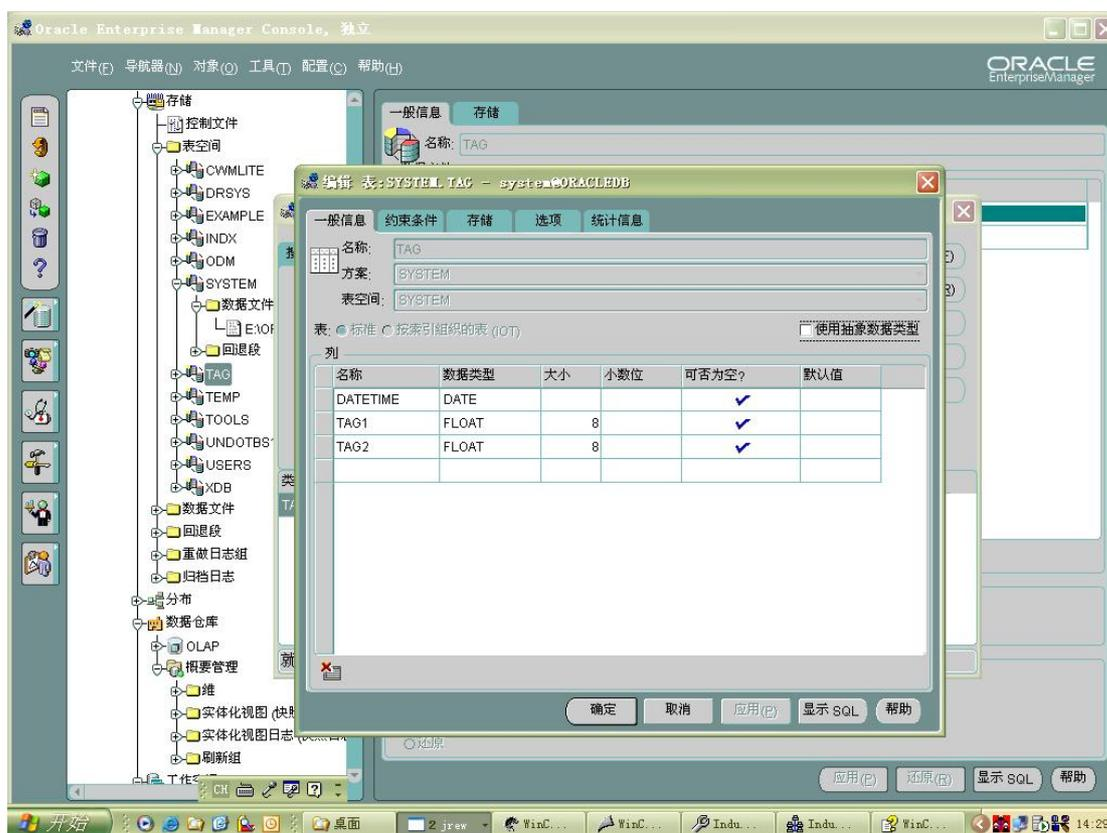

图 1: 建立 Oracle 表结构
2.1 WinCC Industrial Data Bridge 支持 Oracle 9i 数据库。在 Oracle 9i 数据库管理台的表空间中建立相应的数据表结构。如图 1 所示。